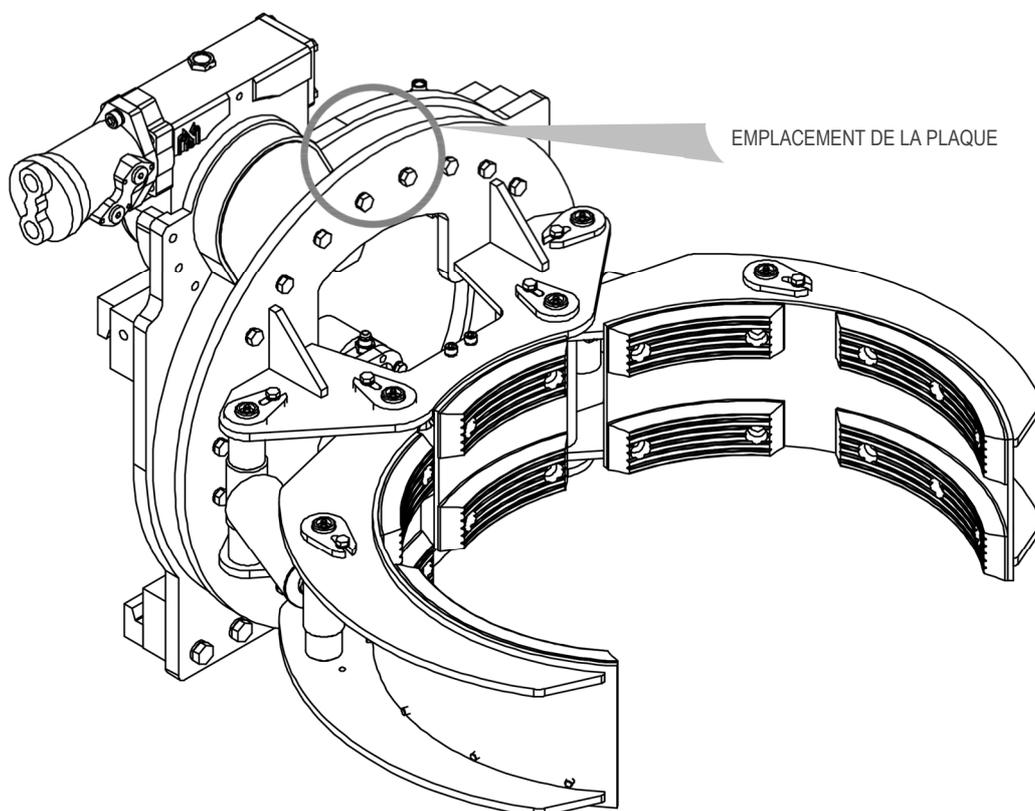

Figure 1
Tous les équipements A.T.I.B. - « PINCE ROTATIVE À 360 ° POUR UN FÛT TYPE 636 » sont identifiés par une plaque adhésive (voir *tableau 1*) placée sur l'équipement (la position de la plaque d'identification peut varier en fonction de l'équipement, voir *Figure 1*). Toujours se référer au numéro de série.
5. Pour la manutention, utiliser des courroies ou des chaînes correctement dimensionnées par rapport au poids de l'équipement indiqué sur la plaque signalétique (voir *Figure 1* et *Tableau 1* à la page 6).
10. Connecter le circuit hydraulique, en s'assurant que la pression de service des tuyaux est supérieure ou égale à celle indiquée sur la plaque signalétique (voir *Figure 1* et *Tableau 1* à la page 6).
6. Pour la manutention, utiliser des courroies ou des chaînes correctement dimensionnées par rapport au poids de l'équipement indiqué sur la plaque signalétique (voir Figure 1 et Tableau 1 à la page 6).